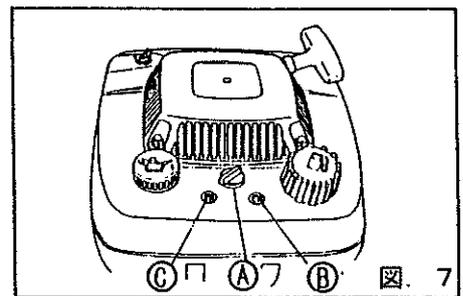

図. 7
- (1) 燃料コックレバー ① を ② 方向に回して燃料コックレバーを全開にします。(図. 7)
- (3) 燃料コックレバーを ③ 方向に回して燃料コックレバーを全閉します。(図. 7)